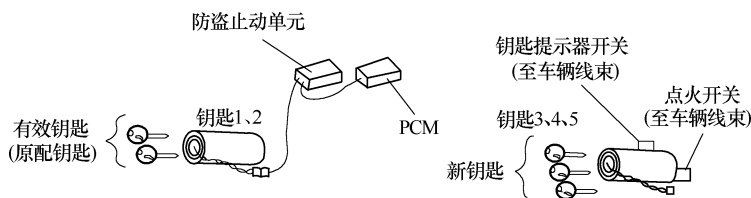

图 2-1 防盗系统图
- 3) 按防盗系统图 2-1 所示, 将线圈接头与拆下的转向锁连接。